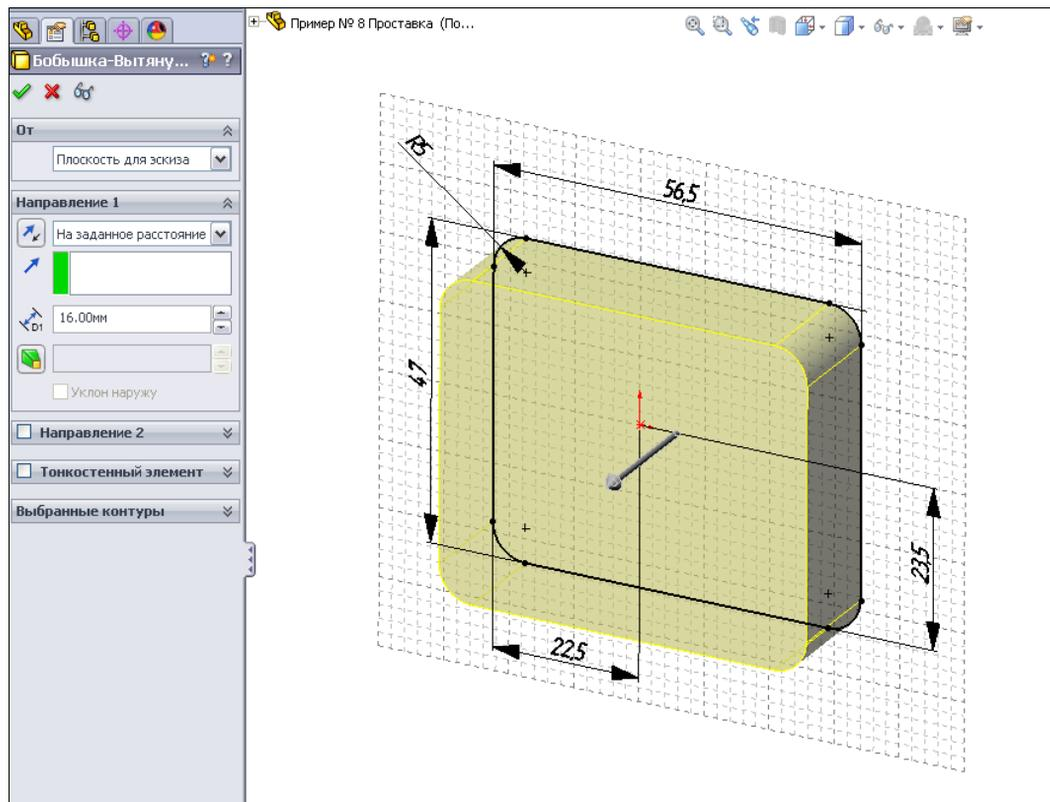

Рис. 2.83
- Вытянем этот эскиз на 16 мм, для чего активизируем кнопку  — **Вытянутая бобышка/основание** на панели инструментов **Элементы** и в окне **Вытянуть** укажем глубину вытягивания (рис. 2.83).